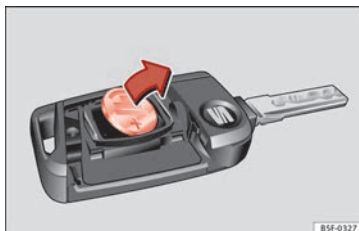

Bild 136 Bilnyckeln: ta ut batteriet.
- Ta ut batteriet ur facket med ett tunt, spetsigt verktyg **» bild 136**.
- Placera det nya batteriet i batterifacket som bilden visar **» bild 136**, dvs. i motsatt riktning till pilen **» ①**.